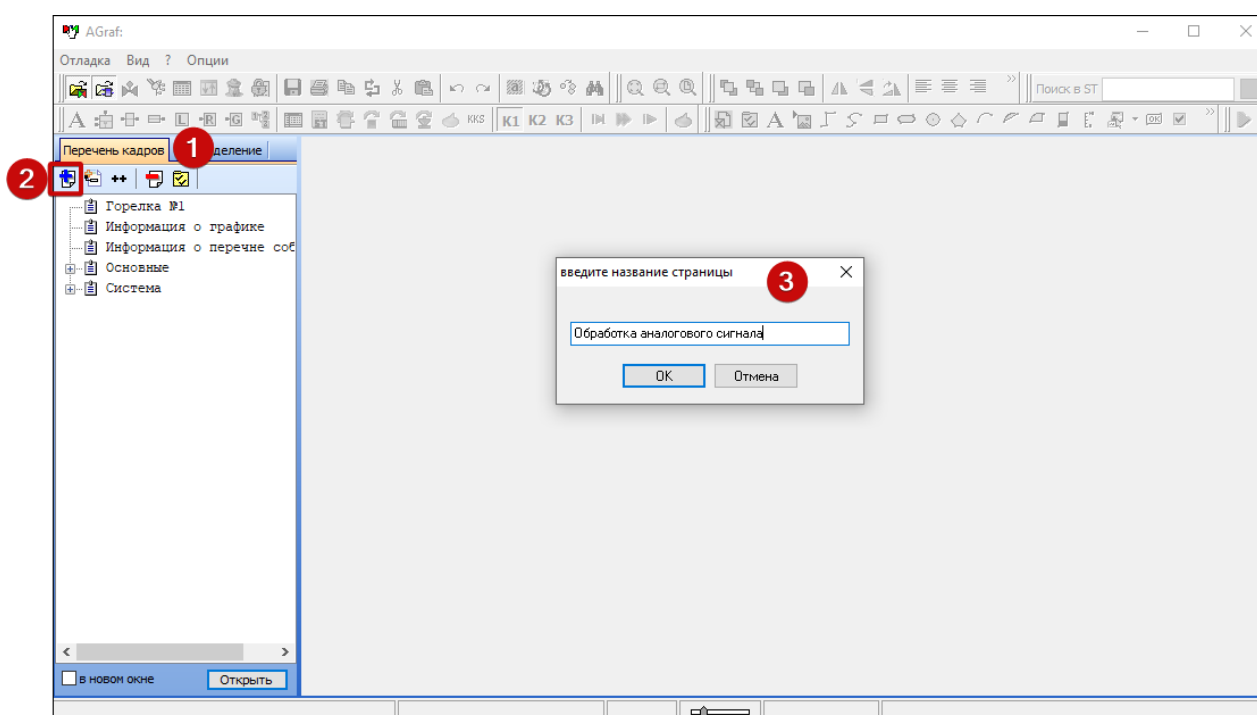

Рисунок 11.1. Добавление нового кадра
- 1) Перейдите на панель "Перечень кадров" (рис. 11.1 [1]).
- 2) Нажмите кнопку  "Добавить кадр" (рис. 11.1 [2]).
- 3) В открывшемся окне введите название нового кадра и нажмите "ОК" (рис. 11.1 [3]).